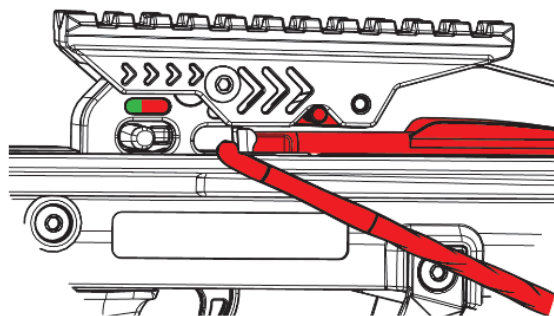

Рис.16
2. Стрела должна поднять крючок защиты от холостого выстрела и упереться в защелку спускового механизма (Рис.16).